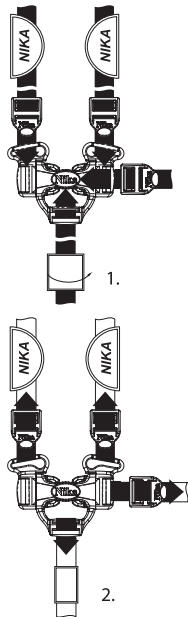

рис. 2 Крепление ремней безопасности.
- Закрепить боковые страховочные ремни, используя пряжки (см. рис. 2);
5.1. Во избежание травм, связанных с выпадением ребенка из коляски, всегда используйте ремень безопасности (рис. 2).